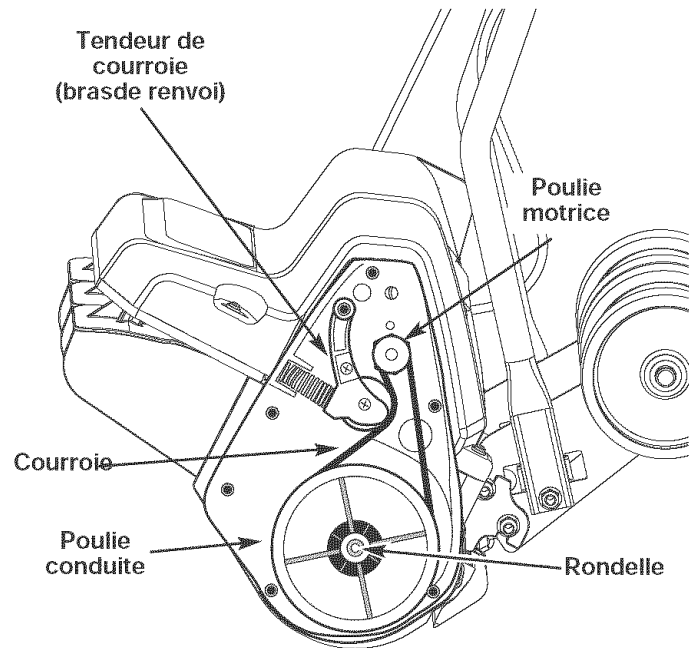

Fig. 10
3. Tirez le tendeur de courroie (bras de renvoi) pour l'écarter de la poulie motrice. Retirez la courroie endommagée ou cassée des poulies conduite et motrice qui se trouve à l'intérieur du boîtier. Mettez-la au rebut de manière responsable (Fig. 10).
4. Mettez en place la nouvelle courroie autour de la poulie motrice et de la poulie conduite (Fig. 10). Tirez le tendeur de courroie (bras de renvoi) en arrière pour enrouler la courroie autour de la poulie motrice.